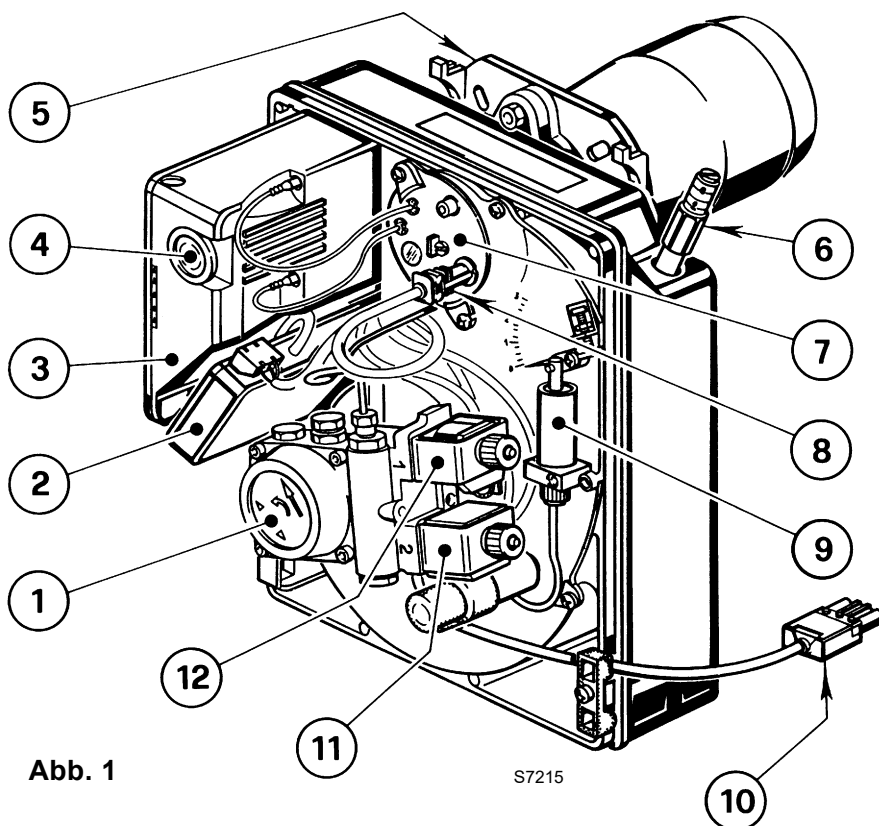

Abb. 1
**A** Segnalato dalla spia sull'apparecchiatura di comando e controllo (4, Fig. 1, Pag. 1).
Un'anomalia, nel funzionamento nella maggior parte dei casi, porta alla accensione della segnalazione all'interno del pulsante di sblocco dell'apparecchiatura di comando e controllo (pos. 4, Fig. 1, Pag. 1).